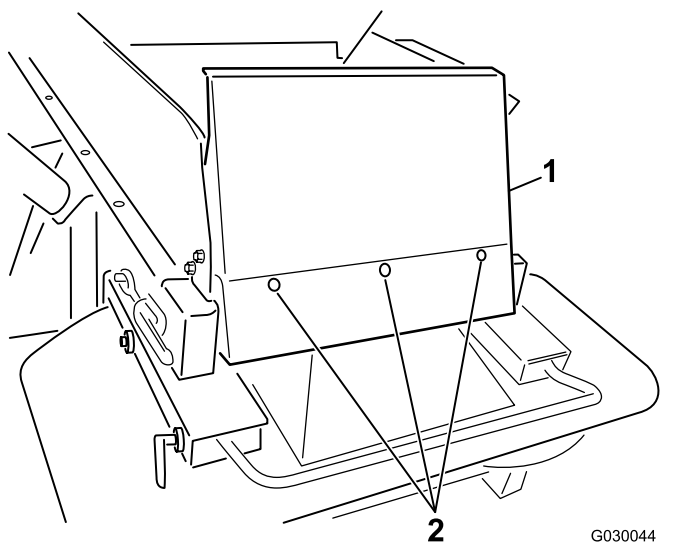

Figura 7
6. Instale el protector de la tolva usando los pernos de cabeza de botón ($\frac{1}{4}$ " x $\frac{5}{8}$ "") y las contratueras de nylon suministrados (Figura 7).